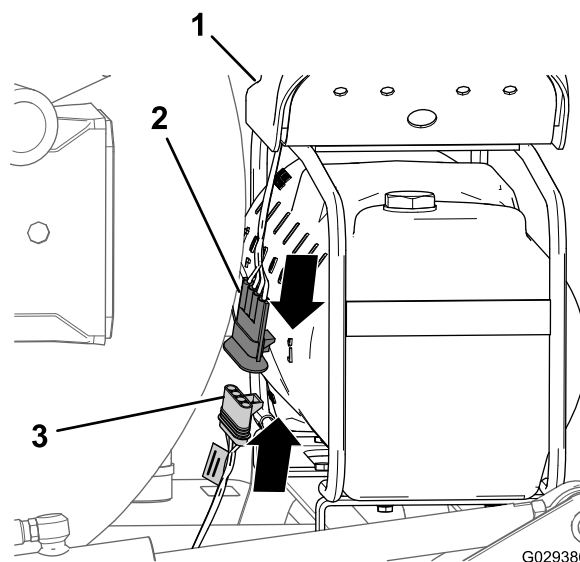

Рисунок 146
1. В конце ответвления жгута проводов длиной 236 см совместите 4-гнездовой разъем жгута проводов доводочного комплекта с 4-штыревым разъемом жгута проводов компрессора (Рисунок 146).
2. Вставьте 4-штыревой разъем в 4-гнездовой разъем (Рисунок 146).